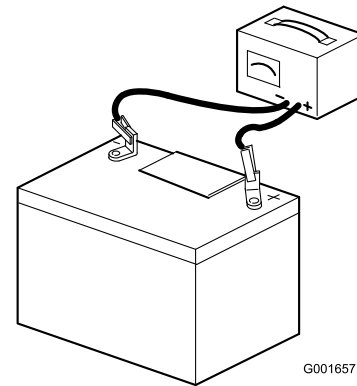

図 39
2. 充電器に接続し、充電電流を 3~4 A にセットする (図 39)。3~4 A で 4~8 時間充電する。